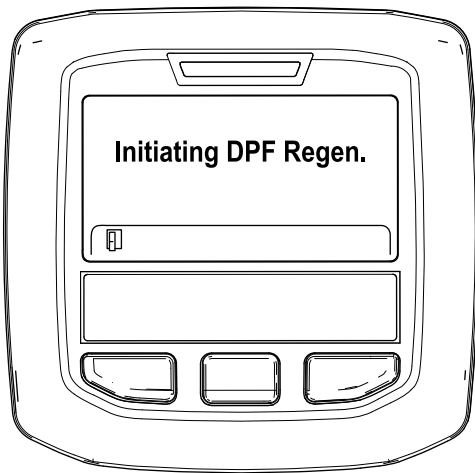

Рисунок 50
- A. Появится сообщение «Initiating DPF Regen.» («Начало регенерации DPF») (Рисунок 50).